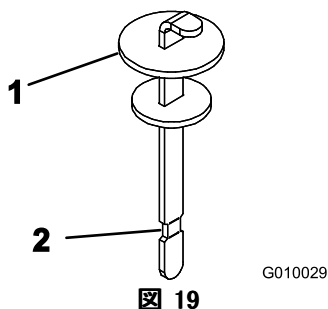

図 19
4. 補給口の首からディップスティックを抜き、きれいなウェスでていねいに拭う。もう一度首に差し込んで引き抜き、オイルの量を点検する。FULL 位置まであればよい (図 19)。